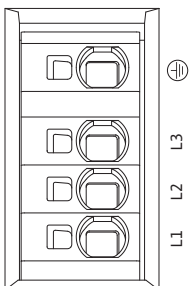

Fig. 31: Bornes de potencia (bornes de alimentación eléctrica)
- Bornes de potencia (bornes de alimentación eléctrica) (Fig. 31)